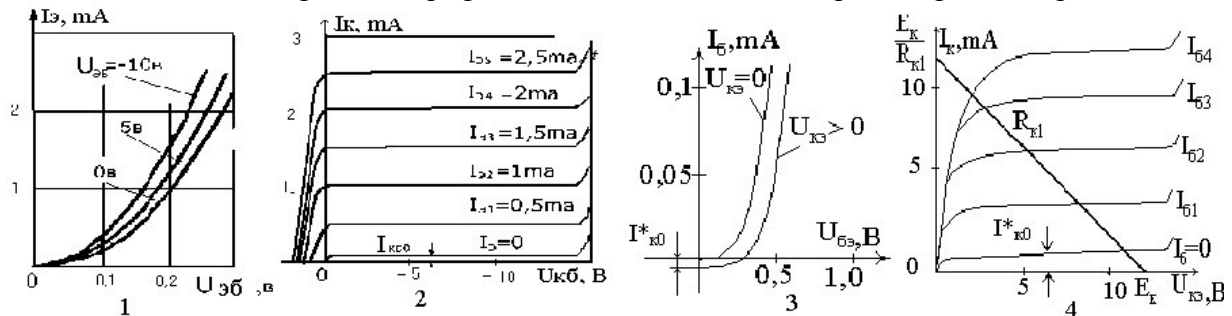

Рис. 3.2.
1.2.10. Показать (рис.3.2) графики входных ВАХ биполярного транзистора в схеме с ОЭ: